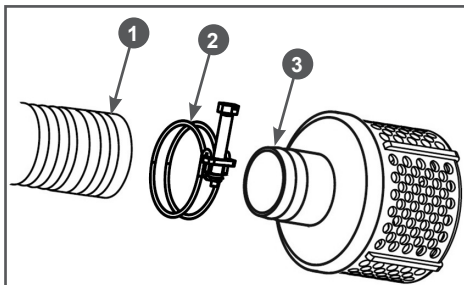

Рис. 12. Установка всасывающего фильтра
5. Наденьте до упора всасывающий рукав 1 на патрубок 3 всасывающего фильтра и зафиксируйте его хомутом 2 (Рис. 12).